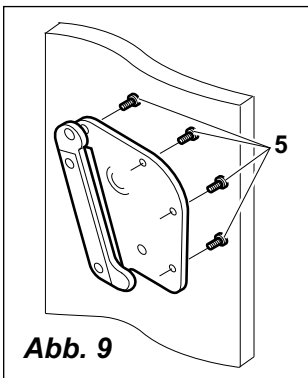

Abb. 9
- Lagerplatten von außen an die Seitenwänden mit je 4 Senkkopfschrauben **5** M8 x 30 mm festschrauben, siehe **Abb. 9**